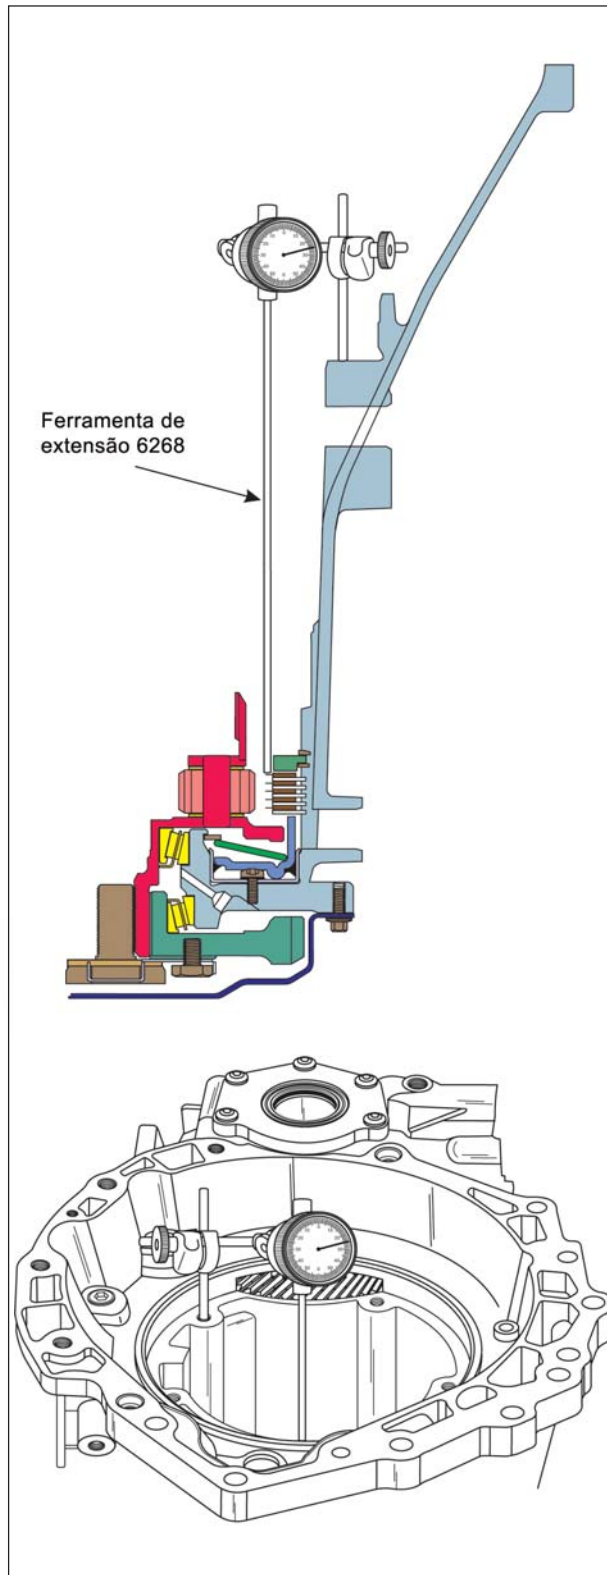

Figura 246
34. Instale um relógio comparador na carcaça e zere o comparador contra o dente do disco revestido da embreagem de Baixa e Ré, conforme mostra a figura 246.